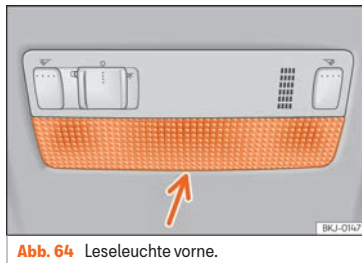

Abb. 64 Leseleuchte vorne.
- Das flache Ende eines dünnen Schraubendrehers zwischen Gehäuse und Glas einführen »» **Abb. 64**.